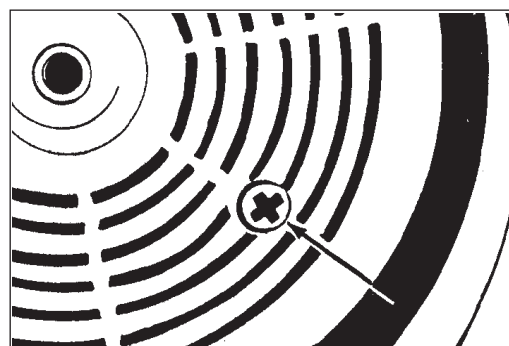

Figure 9
3. Aligner les deux trous avec l'une des trois vis du couvercle du carter de l'engrenage. Retirer la vis du couvercle du carter de l'engrenage. (Figure 9)